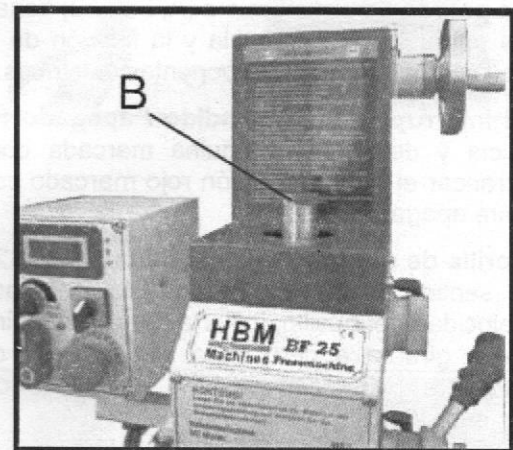

Fig. 15
3. Sostenga la parte plana del eje para evitar que se mueva mientras afloja la barra de tiro (B, Fig. 15) con la llave 22-25 en la caja de herramientas.